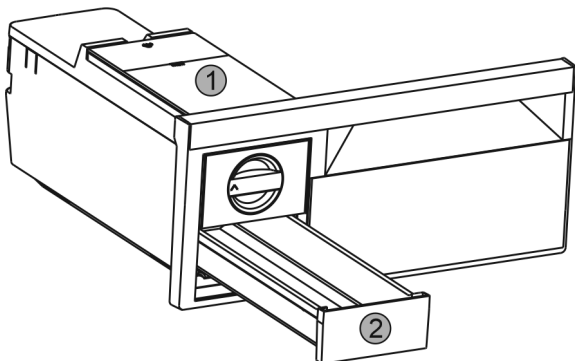

Fig. 42
- ▶ Извлечь бак для воды Fig. 42 (1) и выдвигной ящик для производства кубиков льда Fig. 42 (2).